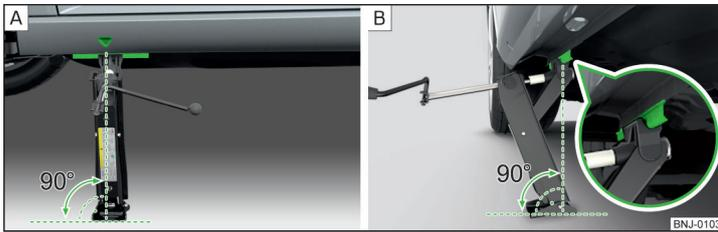

Fig. 186 Colocar el gato
- Apoye la placa de base del gato con toda la superficie en un suelo recto de la manera que el gato se encuentra en posición vertical respecto a la travesa de toma » **fig. 186 - A**.
- Gire el gato con la manivela hacia arriba hasta que la garra se encuentre en el larguero » **fig. 186 - B**.